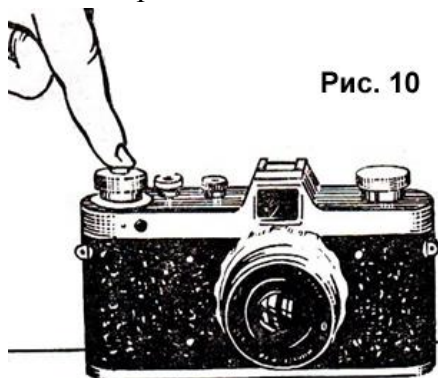

Рис. 10
Для установки указателя нажмите пальцем на зубчики диска (2), как показано на рис. 10 и, поворачивая его, подведите знак пленки к штриху чувствительности.